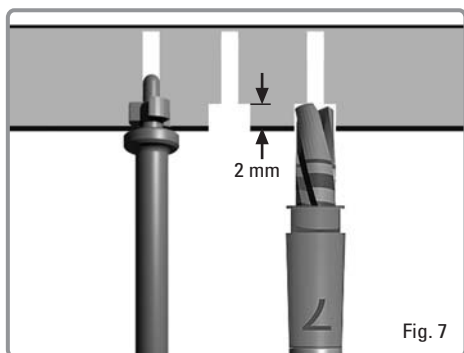

Fig. 7
**Ref 4337-SinCrest Drill Ø 3.0:** Zu verwenden nach der Positionierung des entsprechend der verfügbaren Knochenhöhe gewählten Tiefenstopps (siehe Abschnitt Stopp-Positionierung). Um ein ausladendes Bohrloch zu vermeiden, welches die Stabilisierung des SinCrest-Geräts behindern könnte, betätigen Sie den Motor bitte nur nach erfolgter Positionierung des Fräsers SinCrest Drill im Bohrloch (siehe Abb. 7). Bereiten Sie den Bereich bis zum Erreichen der vorbestimmten Tiefe vor. Um einen präzisen Durchmesser des Bohrlochs zu erzielen,